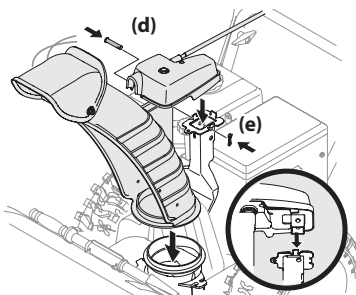

Figure 2-37
3. Positionnez la goulotte sur sa base, la tige de commande de la goulotte placée sous le panneau de bord. Maintenez la commande de la goulotte sur son support avec la goupille fendue et la goupille papillon retirées au paragraphe 1. Voir Figure 2-37.